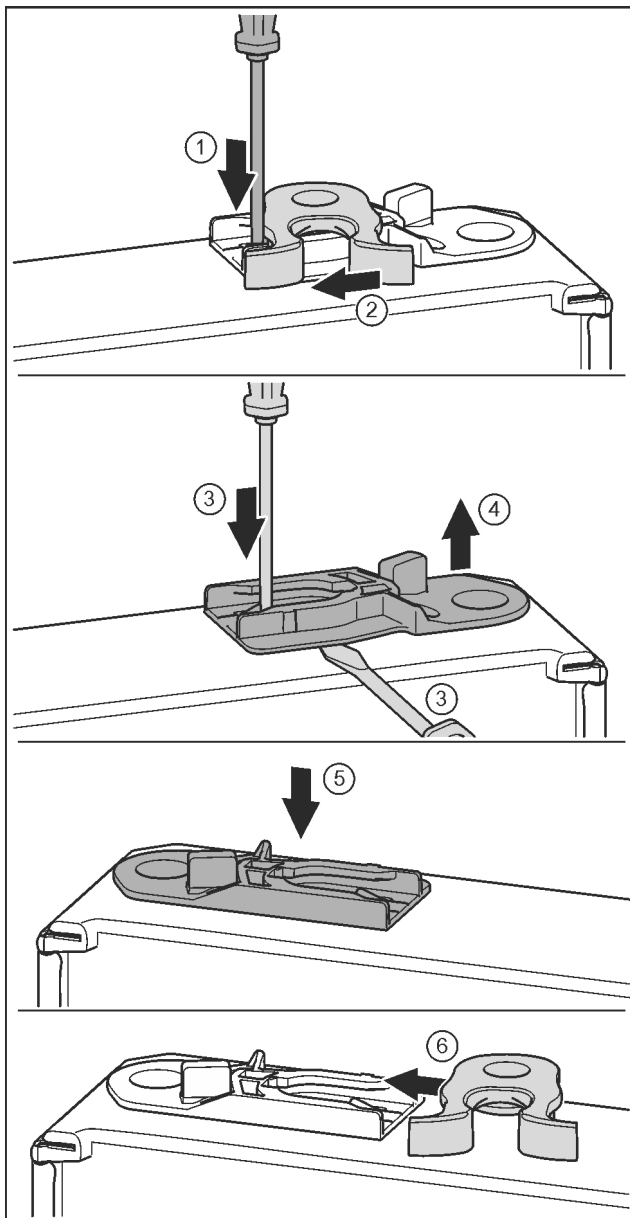

Fig. 19
- ▶ Plochým skrutkovačom zatlačte strmeň nadol. Fig. 19 (1)
- ▶ Zatvárací hák vyťahnite z vedenia. Fig. 19 (2)
- ▶ Vytiahnite vodiace puzdro: Plochým skrutkovačom zatlačte strmeň a súčasne plochý skrutkovač zasuňte pod vodiace puzdro. Fig. 19 (3, 4)
- ▶ Vodiace puzdro, ktoré je súčasťou dodávky, zasuňte na druhej strane telesa. Fig. 19 (5)
- ▶ Zatvárací hák zasuňte do vedenia. Fig. 19 (6)